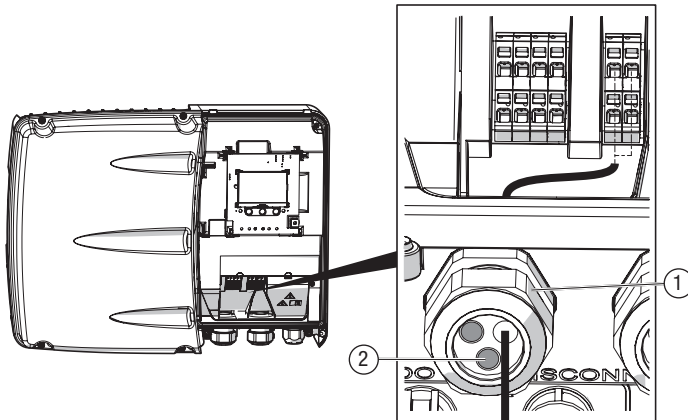

Bild 25 Anschluss des Multifunktions-Relais
- Führen Sie das Anschlusskabel durch die linke Kabelverschraubung (Bild 25/1).
4. Verschließen Sie die unbenutzten Durchführungen in der Mehrfachkabelverschraubung mit den Verschlussbolzen (Bild 25/2).